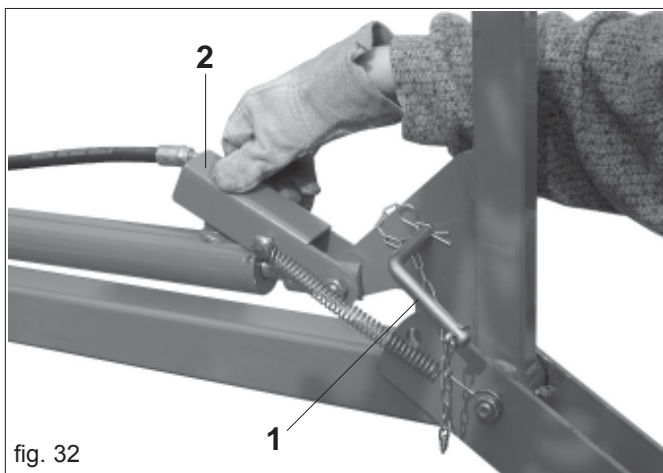

fig. 32
- 2) Desenganchar los pestillos de seguridad colocándolos en la sede predispuesta (1 Fig. 32) y bajar a lo largo del cilindro Los soportes de fijado (2 Fig. 32).